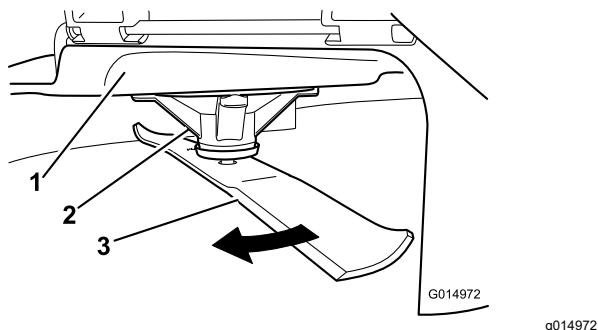

Bild 65
2. Tragen Sie dicke Handschuhe oder andere angemessene Handschuhe und drehen Sie das Messer langsam in eine Stellung, in der das Messen des Abstands zwischen der Schnittkante und der ebenen Fläche der Maschine möglich ist (Bild 65).